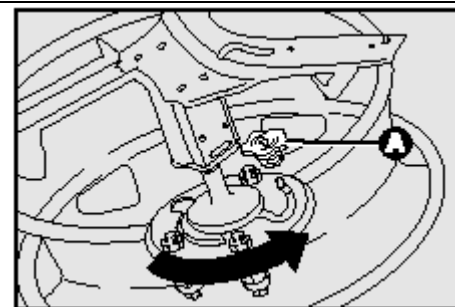

рис. 13
- Закрепите зубчатую опору на проколотое колесо 2мя винтами (установите опору с наружной стороны колеса). Пристегните колесо к металлическому зажимному ремню в специальном гнезде и закрутите защитный болт **А** – рис.13;